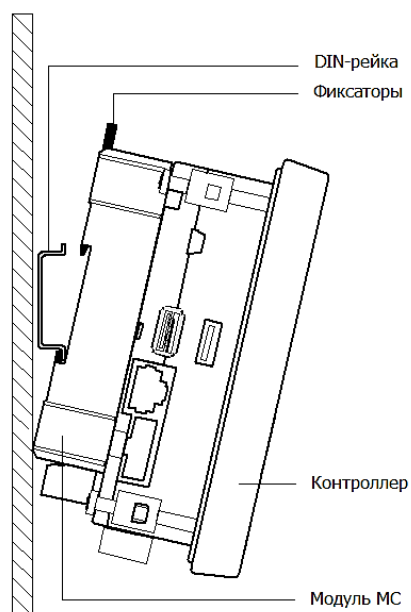

Рисунок 3.4 – Монтаж Контроллера и модуля МС на DIN-рейку
- Установить в соответствующие гнезда 4 крепежных элемента, поставляемых в комплекте (см. рисунок 3.4).
Последовательность действий при монтаже на DIN-рейку Контроллера совместно с модулем МС (см. рисунок 3.4):